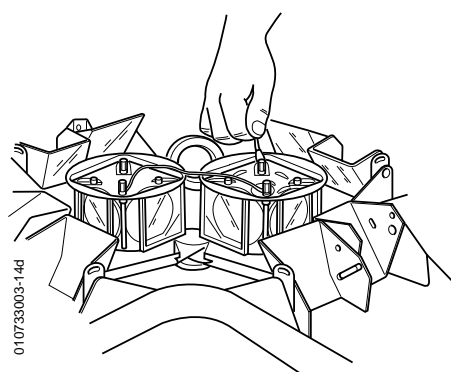

FIG. 4
- 4) Déconnecter les 2 fils sur le bloc optique (FIG. 4).